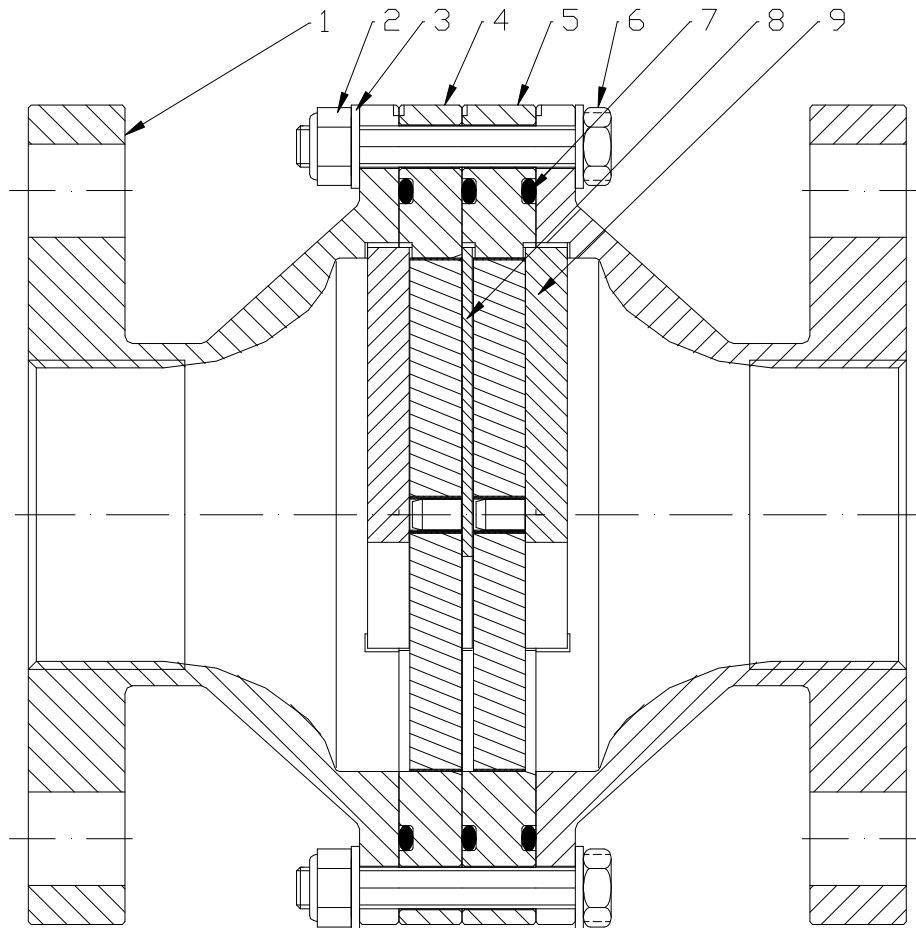

Bild 1
(siehe auch Bild 1)
(siehe Bild 1)
- Bestellnummer (Position siehe **Bild 1**)